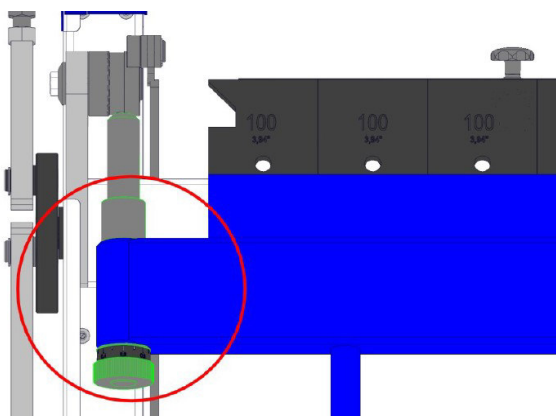

Abb. 13: A-Achse Einstellung / Biegespalt
- Die A-Achse (Biegespalt) kann über das Einstellrad (Abb. 13) links und rechts von den Klemmbalken eingestellt werden.